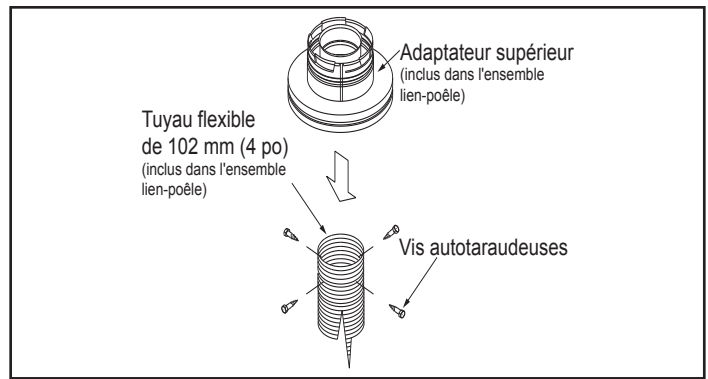

Figure 4.14
- Connectez l'extrémité du tuyau flexible à la face inférieure de l'adaptateur supérieur au moyen de quatre vis autotaraudeuses. Voir la Figure 4.14.
5. Connectez la chemise flexible à l'adaptateur supérieur, au moyen de trois vis à tête. Voir la Figure 4.14.